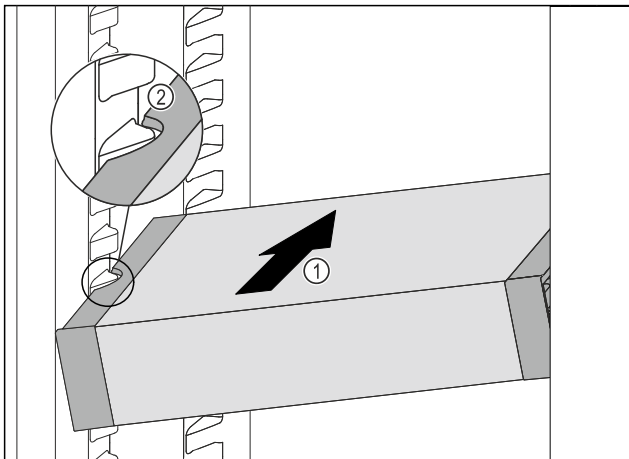

Fig. 100
- ▶ Вставити висувний ящик VarioSafe під кутом в охолоджувальне відділення Fig. 100 (1), доки бокові поглиблення Fig. 100 (2) VarioSafe не будуть розташовуватися на рівні ребра для ємності в охолоджувальному відділенні.